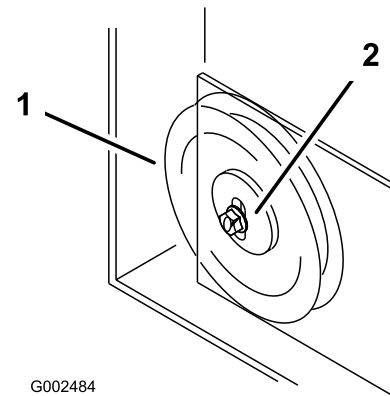

**Figure 59**
- Si un réglage est nécessaire, desserrez la plaque du bras de tension et effectuez le réglage (Figure 59).
- Insérez un manche à rochet ou une barre de levier dans le trou carré de la plaque pour régler la tension (Figure 59).
- Pour augmenter la tension de la courroie, tournez le manche à rochet ou la barre de levier pour déplacer la poulie fixe jusqu'à ce que vous sentiez une résistance et que la poulie de tension rappelée par ressort cesse de bouger (Figure 59).
- Tout en maintenant la courroie tendue, serrez les boulons de fixation de la plaque du bras de tension (Figure 59).
10. Réglez la tension de la courroie et la plaque de la poulie de tension, le cas échéant, et serrez fermement toutes les fixations (Figure 59).